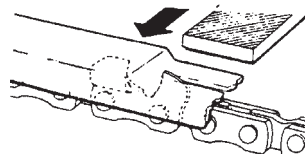

Fig. 40
- 3) Colocar la herramienta del calibre de profundidad en la cuchilla. En el caso de sobresalir el calibre de profundidad, limar su nivel con la parte superior de la herramienta. Limar siempre desde el interior de la cadena hacia el exterior de la cuchilla. (Fig. 40)